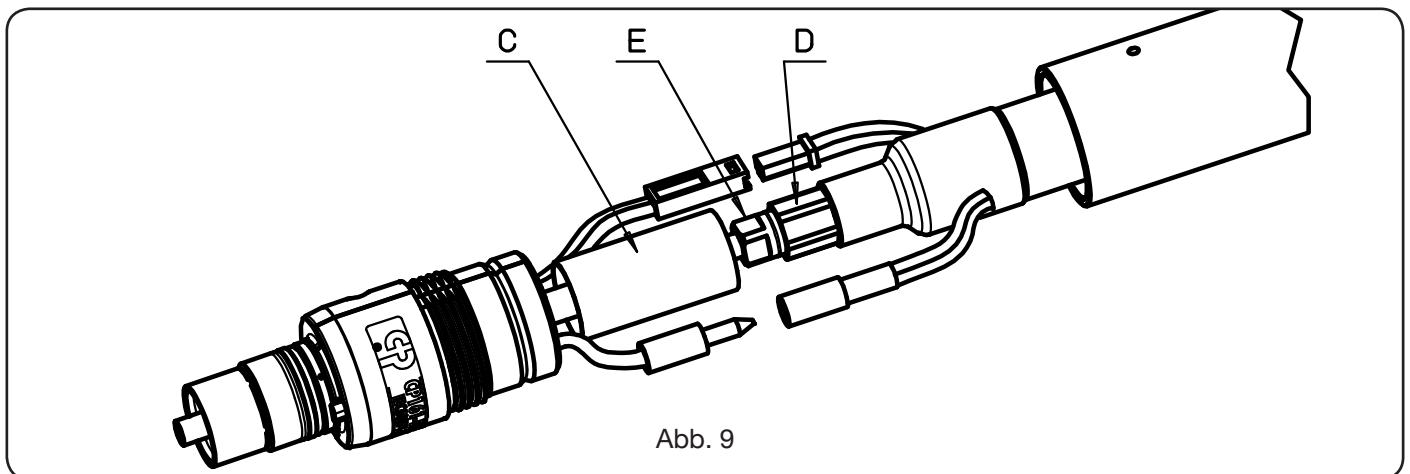

Abb. 9
- Die Anschlussstücke **D** und **E** verschrauben; hierbei die in Abb. 9 angegebene Ausrichtung beachten.